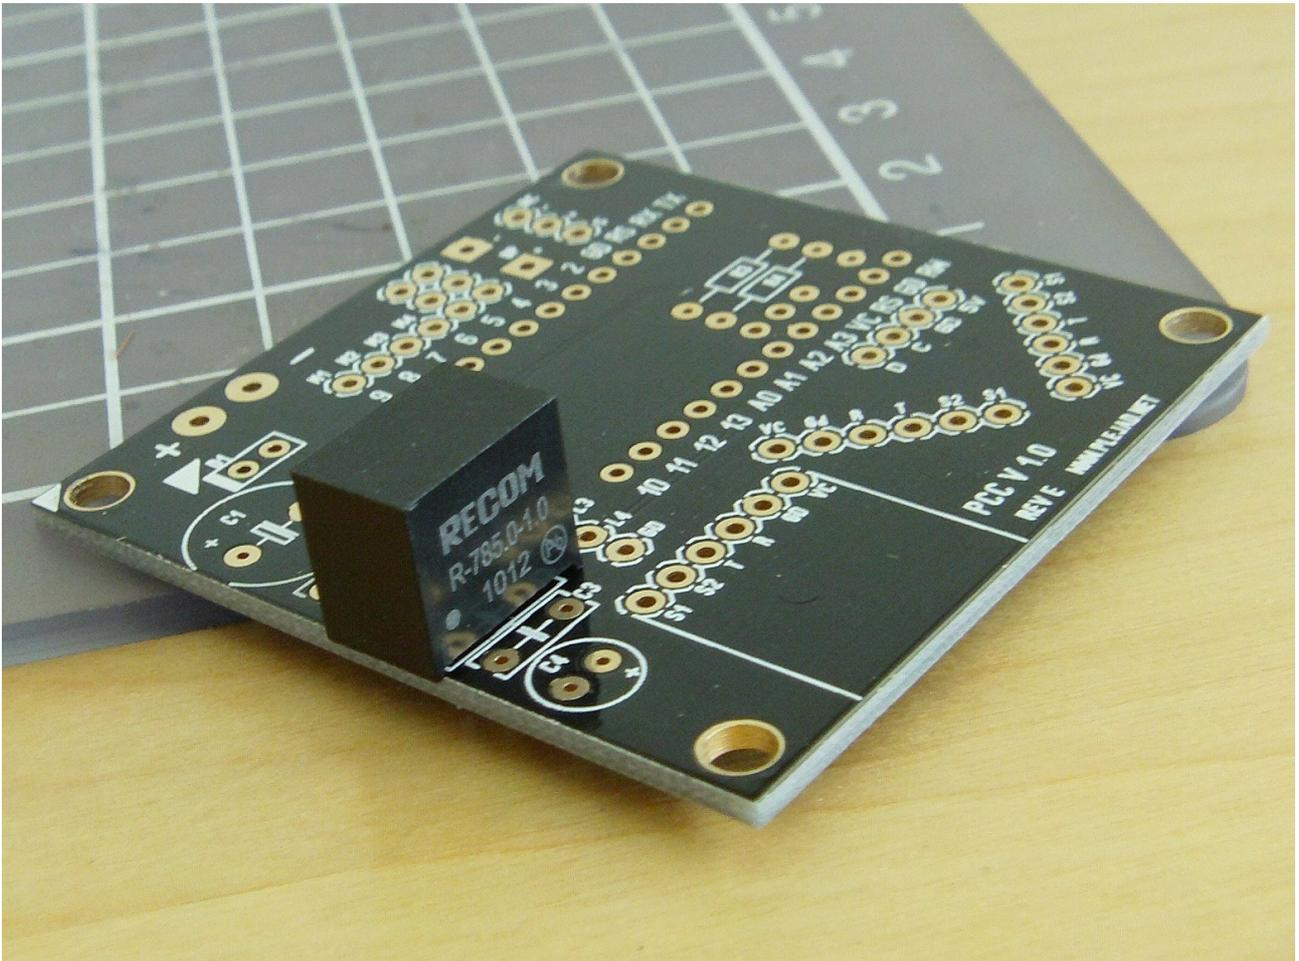

Abbildung 7: Einbau des Spannungswandlers
Nun wird der Recom-Spannungswandler verlötet (siehe Abbildung 7)
- die Beschriftung am Wandler vom Akkuanschluss (+/-) weg zeigt (siehe Abbildung 7)